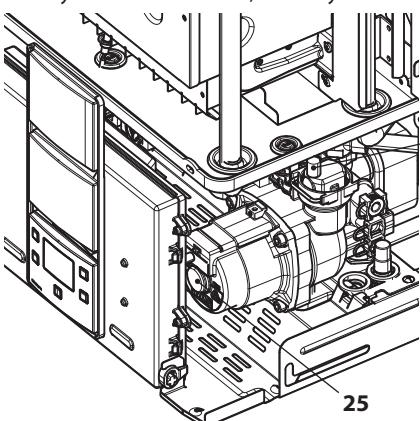

Рисунок 6.2
- Закрыть газовый кран 5 (Рисунок 6.2).